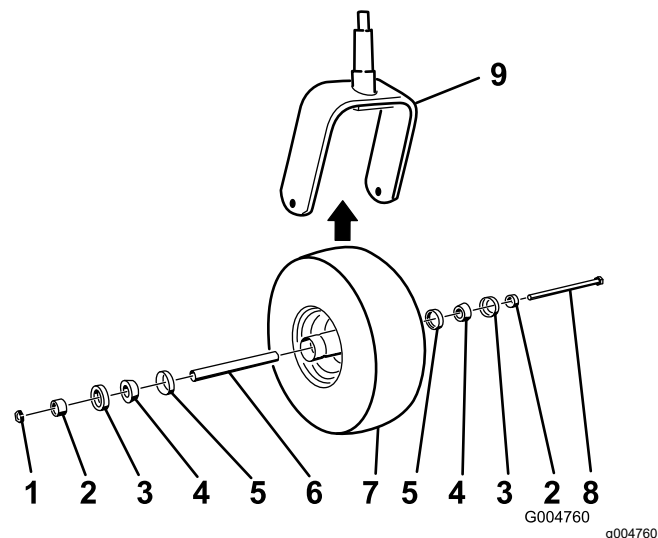

Bild 80
2. Nehmen Sie die Sicherungsmutter von der Schraube ab (Bild 80).
5. Montieren Sie das Laufrad, indem Sie die konischen Lager und Dichtungen, die mit Fett gefüllt sind, in die Radnabe drücken, siehe Bild 80 für die Positionierung.